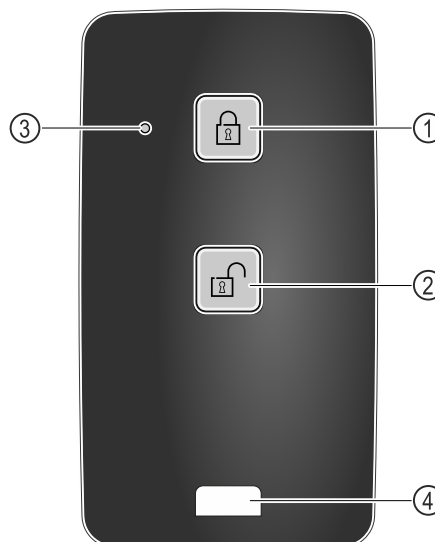

Fig. 219
- (1) Lås låsen
- (2) Lås låsen op
- (3) Status-LED
- (4) Fastgørelsesøje
- ▶ Tryk på knappen Fig. 219 (1) på fjernbetjeningen.
- ▶ Tryk på knappen Fig. 219 (2) på fjernbetjeningen.
- ▶ Status-LED'en Fig. 219 (3) giver en optisk tilbagemelding, når der trykkes på knappen.
- ▶ Øje Fig. 219 (4) til fastgørelse af fjernbetjeningen, f.eks. i et nøglebundt.